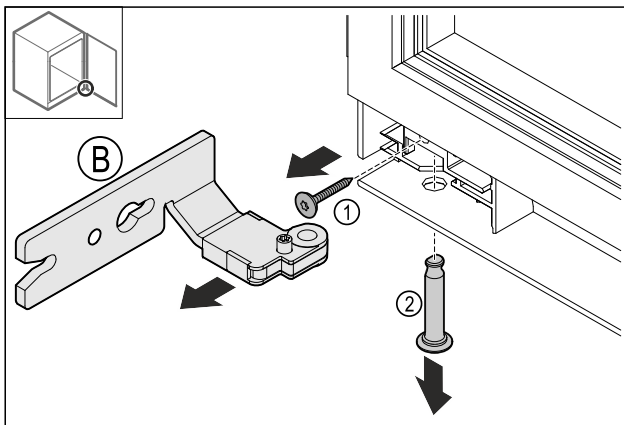

Fig. 15
- ▶ Schroef Fig. 15 (1) verwijderen.
- ▶ Bouten Fig. 15 (2) verwijderen.
- ▶ Scharnier Fig. 15 (B) verwijderen.